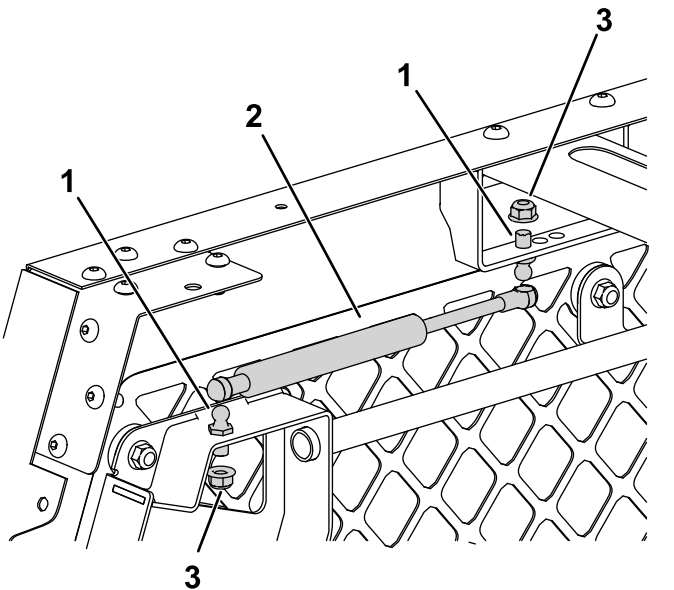

Figure 14
2. Avec 2 goujons à rotule et 2 écrous à embase (5/16"), fixez de chaque côté les ressorts aux cages de porte et aux trous avant du support de montage (Figure 14).